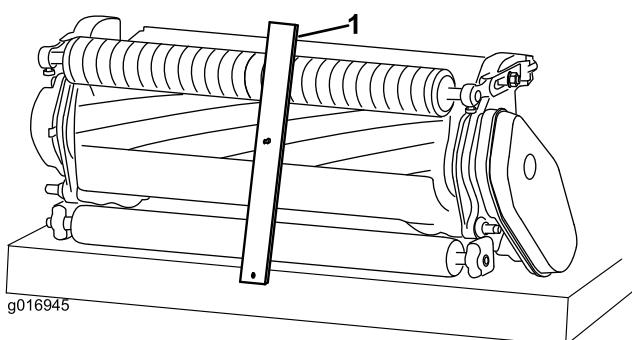

Figura 11
- Enganche la cabeza del tornillo sobre el filo de la contracuchilla y apoye el extremo trasero de la barra sobre el rodillo trasero (Figura 11).